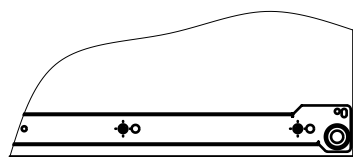

Рис.3
2. При помощи винтов М5х10,5 установить направляющие на детали 1 и 2. **Внимание:** данные направляющие закрепляются во вторые (большие) отверстия (Рис. 3). Установите полозья направляющих на деталь 7.